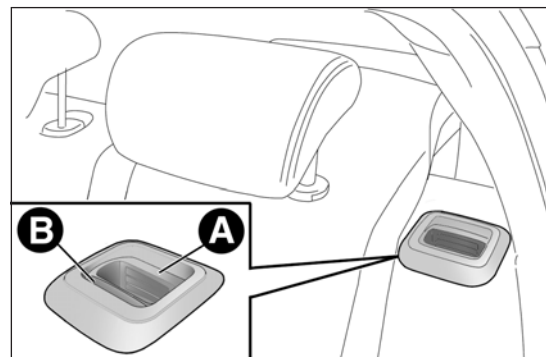

fig. 76
- ☐ solleva la leva A fig. 76 per ribaltare la porzione sinistra oppure destra dello schienale e successivamente accompagna lo schienale sul cuscino (il sollevamento della leva A è evidenziato da una "banda rossa" B).
Solleva lo schienale precedentemente ribaltato fino a percepire lo scatto di bloccaggio del meccanismo di aggancio, verificando visivamente la scomparsa della "banda rossa" presente sulle leve A fig. 76. La "banda rossa" indica infatti il mancato aggancio dello schienale.